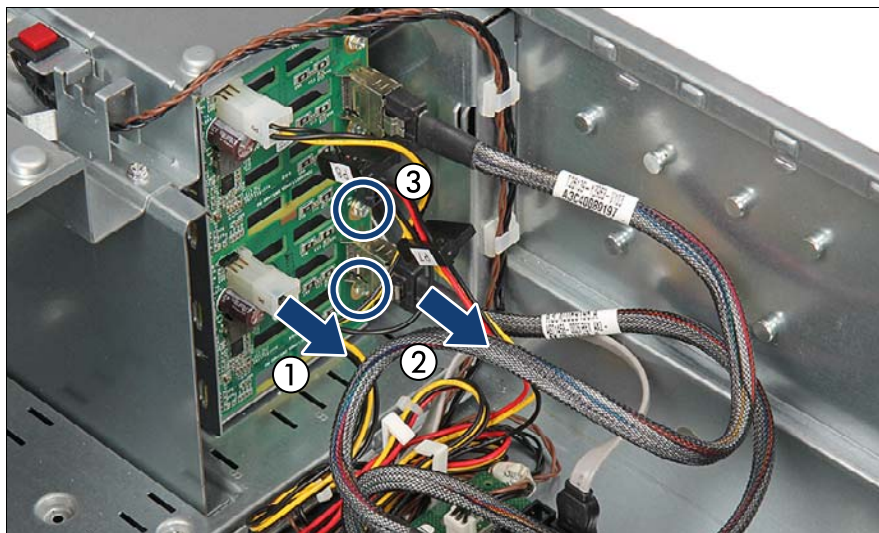

図 49: ケーブルの取り外し
- ▶ SAS/SATA バックプレーンを、やや傾けながらケージの 2 つのガイドに合わせます (1)。
- ▶ SAS/SATA バックプレーンを倒します (2)。
- ▶ SAS / SATA バックプレーンを 2 本のネジで固定します (図 49 を参照)。
- ▶ SAS/SATA バックプレーンにすべてのケーブルを接続します (図 49 を参照)。